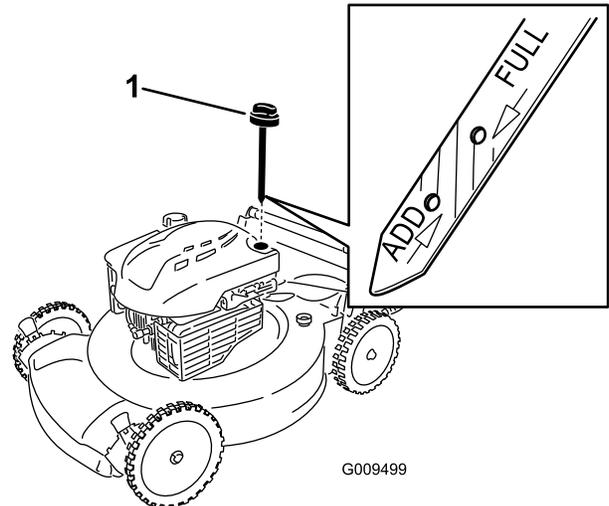

Figura 8
2. Retire la varilla (Figura 8).
5. Retire la varilla y compruebe el nivel de aceite en la varilla; consulte Figura 8.